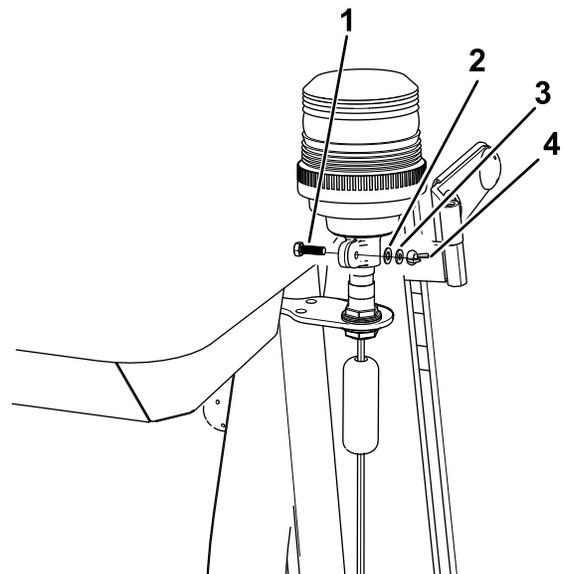

Bild 19
6. Ziehen Sie die Flügelmutter an der Klemme an (Bild 19).